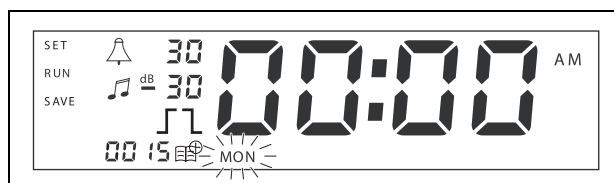

figure 7.2: Programmation de la date et de l'heure d'un événement
- 4 Appuyez sans le relâcher sur le sélecteur rotatif pour initier la séquence de programmation. L'affichage complet apparaît à nouveau et le jour de la semaine commence à clignoter (voir figure 7.2).